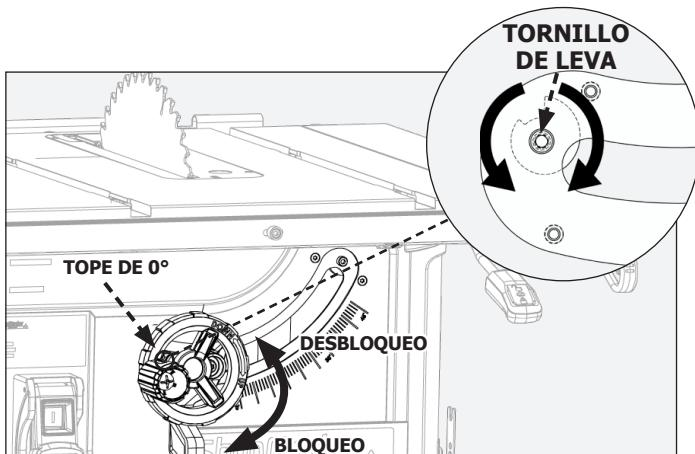

FIGURA 33
Si la hoja no está verticalmente en ángulo recto con la mesa, debe ajustar la leva de tope de bisel de 0°, tal como se muestra en la FIGURA 33.
2. Afloje el tornillo de sombrerete que bloquea la leva de tope de bisel de 0° en su lugar (centro de la leva). Tal como se muestra en la FIGURA 33.